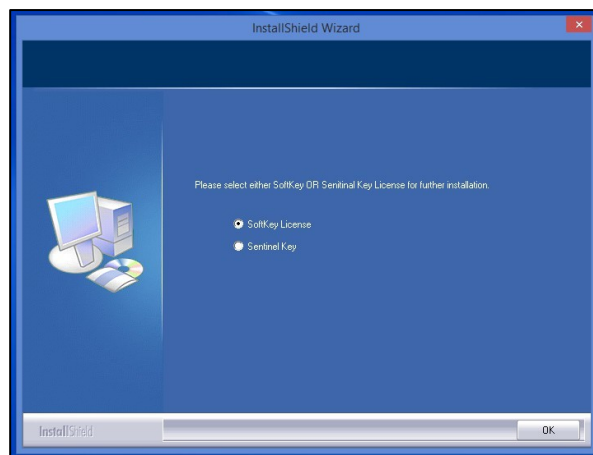

図10. ソフトウェアキーライセンス
- a. HunterLab の USB ハードウェアキーをお持ちの場合は、同じコンピュータ上で新しいセンサーと併用することができます。「**ソフトウェアのインストール**」の手順 5（図 10）に戻り、「**SENTINEL KEY**」を選択して続行してください。